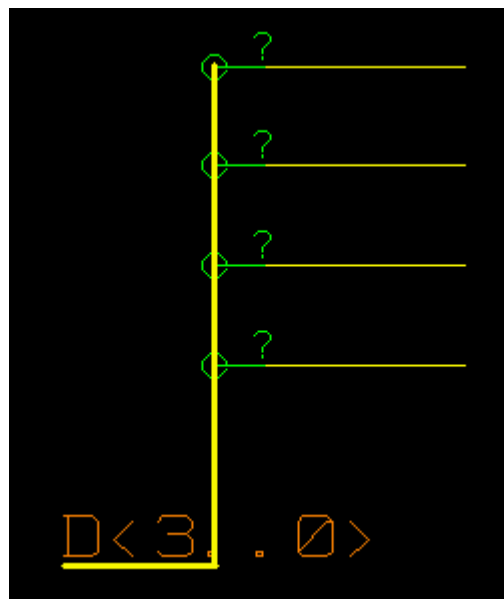

图 3.11
***Bus Tap:** 用来指明某根单线在总线中的位置。例：有一条总线 D<3..0>，要将 4 条单线从中分出。选 Wire 菜单->Bus Tap，分别在总线上引出 4 根线后，如图 3.11，每条线上均有一个“？”，“？”是用来添加 BN